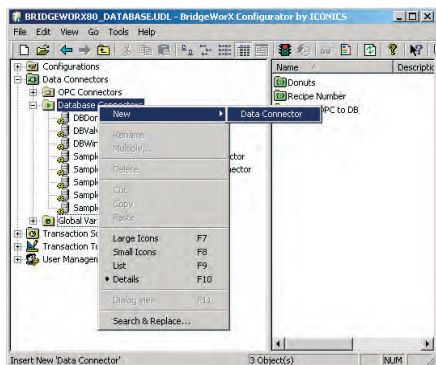

Рис. 35. Создание соединения с базой данных
- Щёлкните ПК на папке **Database Connectors** (Соединение с БД) и выберите пункт **New** (Новое), как показано на рис. 35.